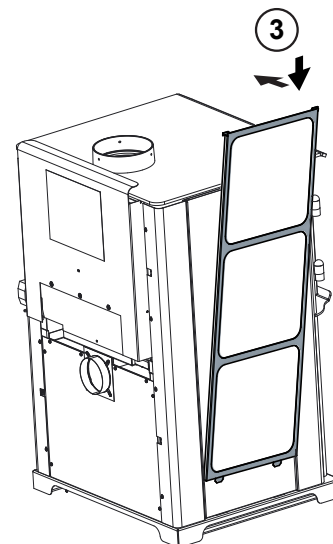

Figure 24.4
4. Fixez à nouveau le cadre des tuiles (**Figure 24.4**).